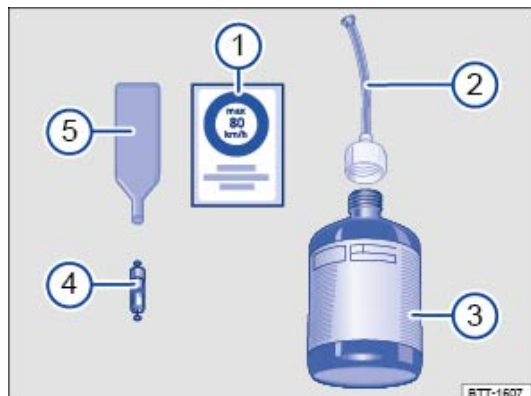

Fig. 208 Schéma de principe : composition du kit de crevaion
Le kit de crevaion se compose des éléments suivants ⇒ Fig. 208 :
L'extracteur d'obus de valve ⇒ Fig. 208 ⑤ possède, à son extrémité inférieure, une fente qui s'adapte à l'obus de valve. Ce n'est que de cette manière que l'obus de valve peut être retiré puis réinséré dans la valve du pneu. Il en va de même pour l'obus de valve de rechange ④.
- Dévissez l'obus de la valve du pneu à l'aide de l'extracteur d'obus ⇒ Fig. 208 ⑤ et placez-le sur un support propre.
- Secouez plusieurs fois énergiquement la bouteille de produit de colmatage des pneus ⇒ Fig. 208 ③.
- Vissez le flexible de remplissage du pneu ⇒ Fig. 208 ② sur la bouteille de produit de colmatage des pneus dans le sens horaire. Le film situé sur le bouchon est alors automatiquement percé.
- Retirez le bouchon du flexible de remplissage ⇒ Fig. 208 ② et enfoncez l'extrémité ouverte sur la valve.
- Revissez l'obus sur la valve du pneu à l'aide de l'extracteur d'obus ⇒ Fig. 208 ⑤.